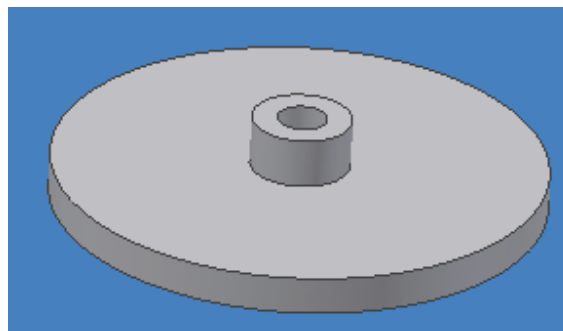

Figura 4.13 Vista final del agujero.
15.-Como resultado de la operación CUT se obtiene la figura 4.13.